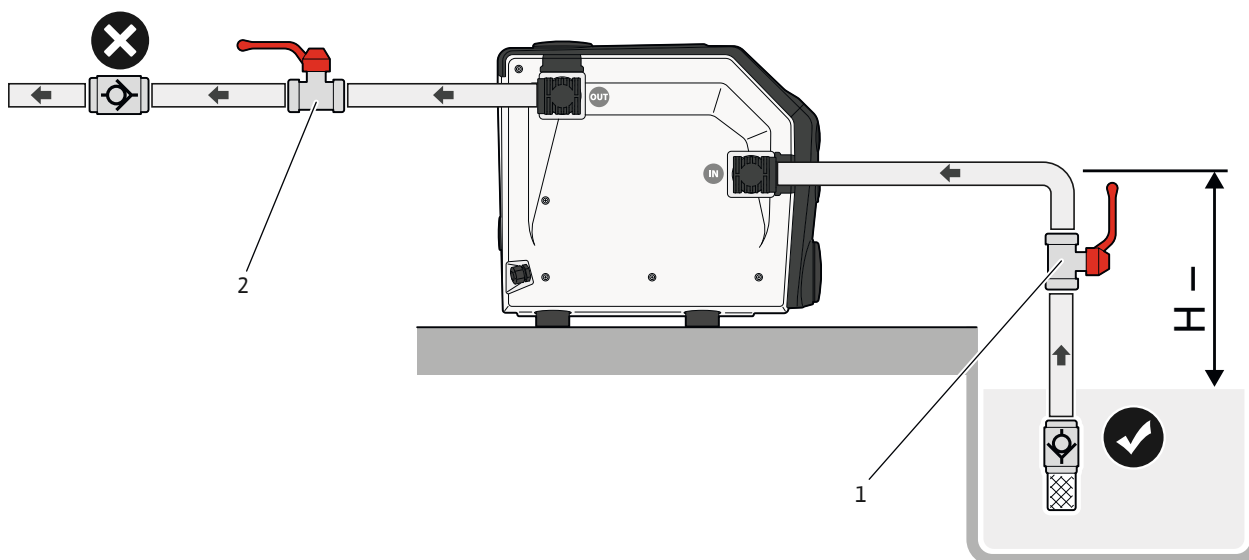

Fig. 7: Sesalno obratovanje
1. Zaprite zaporni zasun (Fig. 7 – pol. 1, 2) na sesalni in tlačni strani.